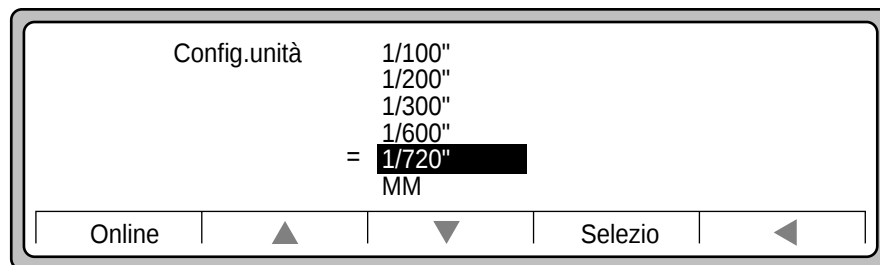

Figura 3-19 Opzioni del formato di unità
10. Premere ▲ o ▼ per selezionare le opzioni del formato di unità (Figura 3-19).